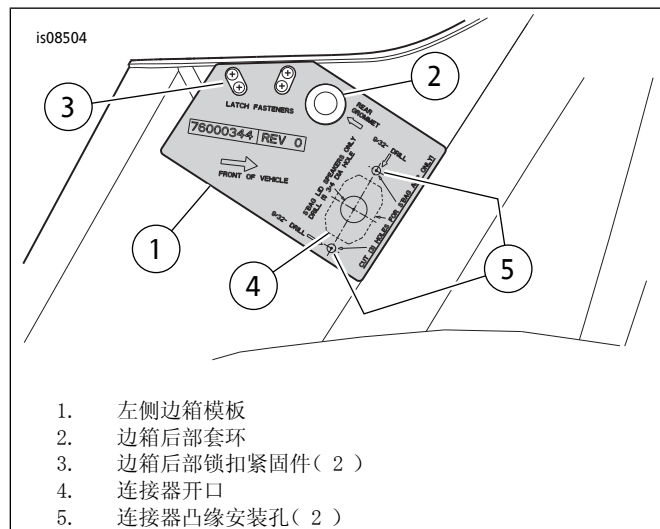

图3。Stage II放大器安装左侧边箱钻孔
- 将边箱置于保护表面，安装面（内侧）朝上。参见图3。将模板（1）置于边箱上。对准套环（2）和锁扣紧固件（3）开口。将连接器[288A]切口轮廓（4）画在边箱上。如果之前安装了边箱盖扬声器，左侧扬声器导线应处于连接器开口位置。拆下线路和套环。
- 参见图3：项目5。在连接器凸缘安装定位孔位置钻出两个孔。